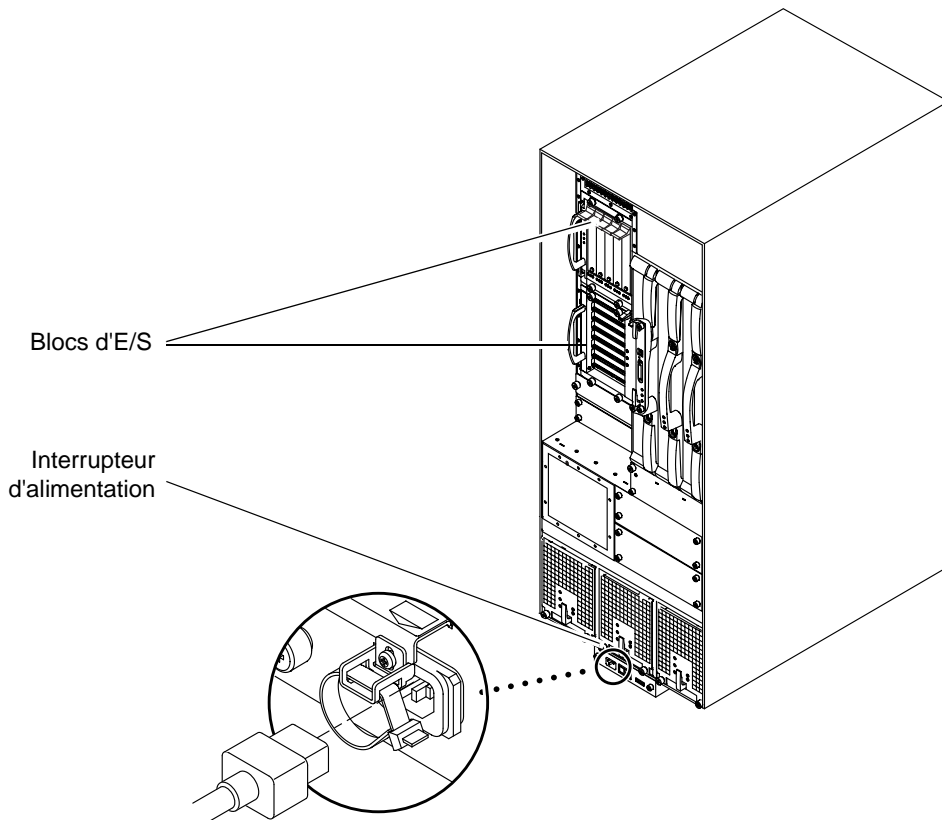

FIGURE 3-1 Emplacement de l'interrupteur d'alimentation, de la prise du cordon d'alimentation et des blocs d'E/S sur le système Sun Fire 4810
1. **Mettez chaque interrupteur en position off** (FIGURE 3-1).
Les blocs d'E/S fournissent aux domaines une interface réseau et un accès périphérique (FIGURE 3-1).
1. **Connectez une extrémité du câble Ethernet blindé de catégorie 5 au port Ethernet RJ-45 de la carte contrôleur système principale** (FIGURE 3-1).
1. Mettez chaque interrupteur en position on (FIGURE 3-1).
6. Mettez chaque interrupteur en position on (FIGURE 3-1).